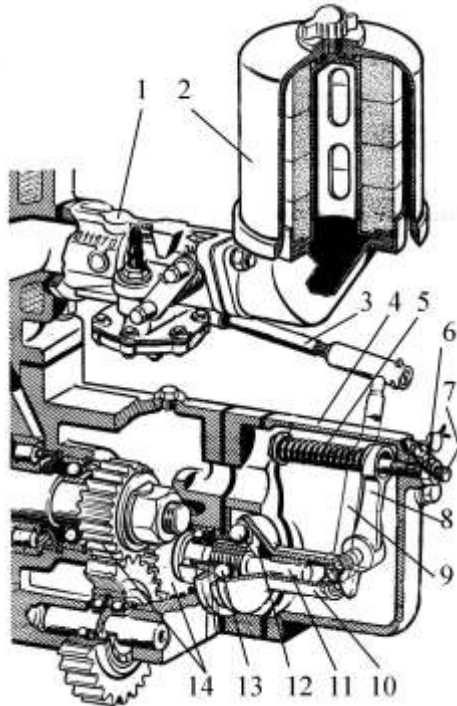

Рис. 1
4. Познайомтесь з будовою однорежимного регулятора, знявши кришку, рухоми муфту, важелі. Знайдіть деталі регулятора (рис.1) : 5- пружина, 6- регулювальна гайка, 7-регулювальний гвинт, 8-внутрішній важіль, 9-зовнішній важіль, 10-рухома муфта, 11-валик регулятора, 12-диск з прорізами, 13-важелі (кульки), 14-приводні шестерні.